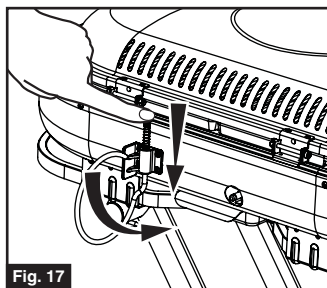

Fig. 17
- Presione el soporte del cilindro que se encuentra detrás de la parrilla y dele vuelta hacia afuera. (Fig. 17)